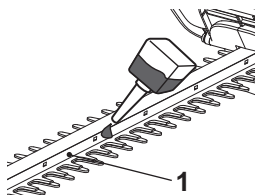

Fig. 9
10. Lubrique las superficies internas de la cuchilla si el dispositivo de corte (cuchilla) (1) se sobrecalienta durante el funcionamiento (Fig. 9).
1. Mantenga el dispositivo de corte (cuchilla) (1) limpio y libre de residuos. Retire los recortes con un cepillo.
2. Aplique una pequeña cantidad de lubricante adecuado en el dispositivo de corte (cuchilla) para mantener un buen rendimiento de corte (Fig. 9).